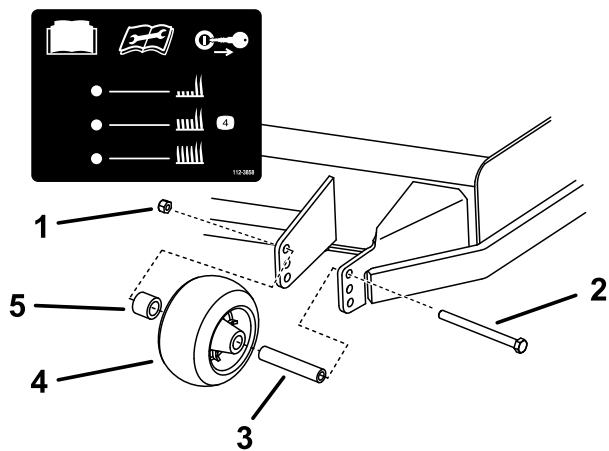
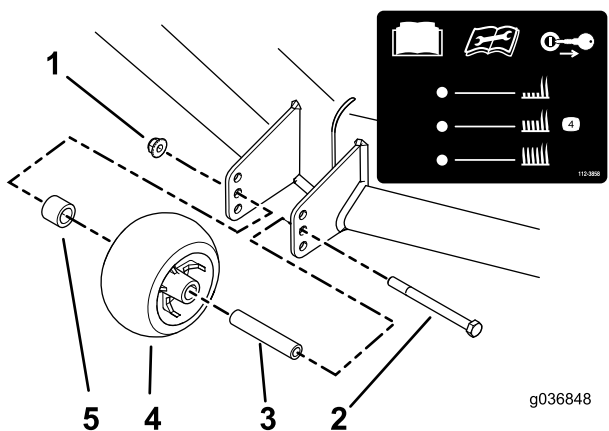

Figura 30
Figura 31
- Remova os rolos antidanos como se mostra na Figura 30 e na Figura 31.